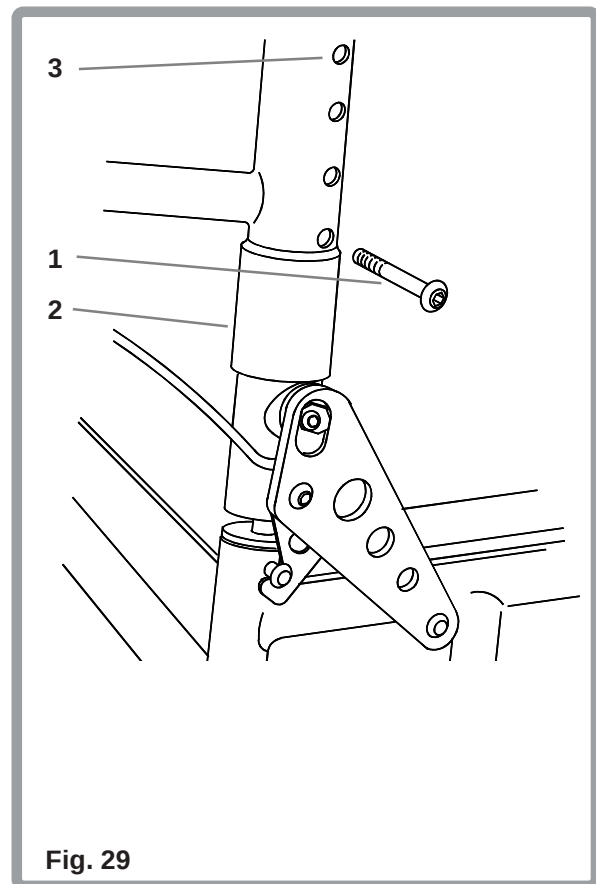

Fig. 29
De rug heeft een afstelling van 100mm (Fig. 29). U verwijdt de rugbekleding van het frame, door het losmaken van de Velcro klittenbandstrips en de bekleding van de rugbuizen te schuiven. U ziet nu dat de rugbuis in het rugstframe past en bevestigd is met een schroef (1) aan de zijkant van het rugframe (2). Er zijn vier gaten (3), met een onderlinge afstand van 25 mm, hieruit kunt u kiezen om de rughoogte af te stellen. Na het kiezen van de gewenste hoogte, bevestigt u de schroef (1) in het juiste gat en draait u de schroef vast op een aanhaalmoment van 8-10Nm, gebruik makend van een 4mm inbussleutel. Schuif de rugbekleding weer over de rugbuizen, met het overlap gedeelte onbevestigd. Bevestig de Velcro klittenbandstrips om de rugbuizen en vouw het resterende overlap gedeelte naar voren over de rug.